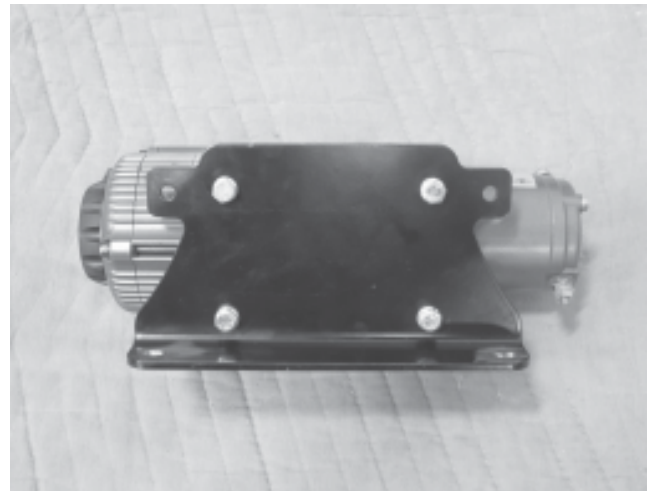

Figure 2
2. Fixez la plaque de montage (A1) au treuil (C1) à l'aide de 4 boulons à tête hexagonale 5/16 - 18 x 0,75 po (B4) et de 4 rondelles de blocage 5/16 po (B2). Serrez selon les couples de serrage recommandés à la page 2. Voir Figure 2.